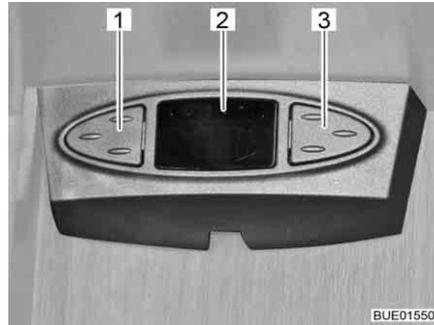

Bild 39 Sat-Maus
**Sat-Maus** Je nach Modell ist die Satellitenanlage mit einer Sat-Maus ausgestattet. Die Anzeige (Bild 39,2) der Sat-Maus zeigt den eingestellten Kanal an. Mit den beiden Tasten können die Grundfunktionen der Satellitenanlage bedient werden (Senderwechsel, Ein-/Ausschalten).
- Vorherigen Sender aus der Senderliste wählen: Linke Taste (Bild 39,1) drücken.
- Nächsten Sender aus der Senderliste wählen: Rechte Taste (Bild 39,3) drücken.
- Zwischen Radio und TV umschalten: Tasten (Bild 39,1 und Bild 39,3) gleichzeitig kurz drücken.
- Receiver ein-/ausschalten: Tasten (Bild 39,1 und Bild 39,3) gleichzeitig drücken und gedrückt halten.